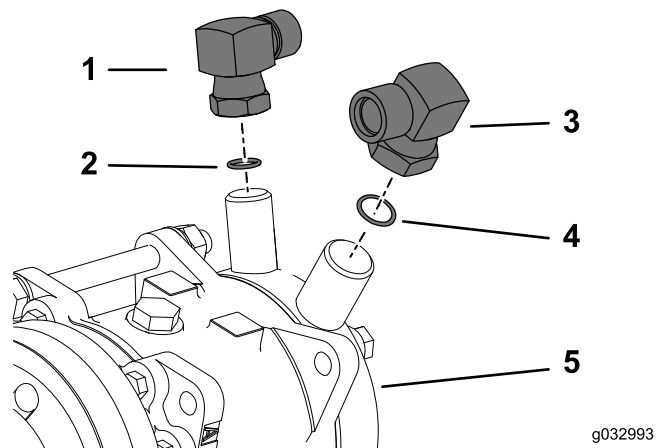

图43
1. 将低压或进气口的直角接头（7/8 英寸）和 O 形圈（8 号）安装到空调泵上（图43）。
3. 将高压或排气口的直角接头（3/4 英寸）和 O 形圈（10 号）安装到空调泵上（图43）。